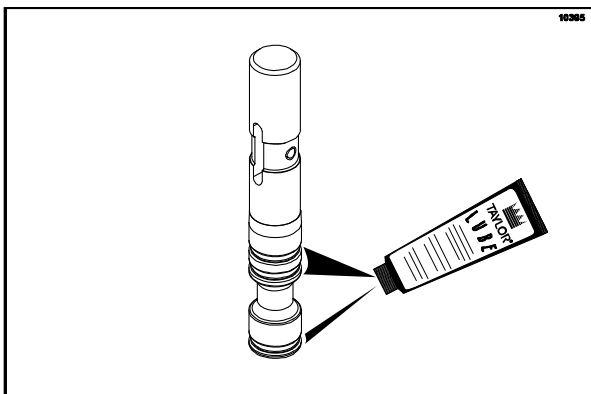

Рисунок 134
7. Соберите раздаточный клапан. Наденьте 3 кольцевых уплотнителя на проточенные канавки раздаточного клапана и нанесите на них смазку. (См. рис. 134)